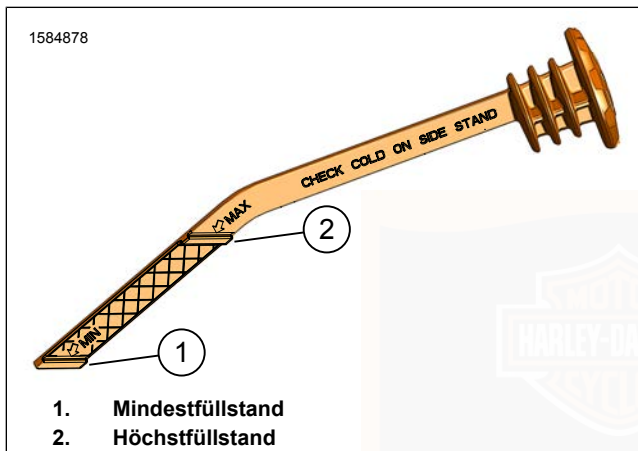

Abbildung 70. Kühlmittel-Einfüllverschlussstopfen/Messstab
4. Siehe Abbildung 70. Überprüfen, dass der Kühlmittelstand an der „MAX“-Linie (2) liegt.